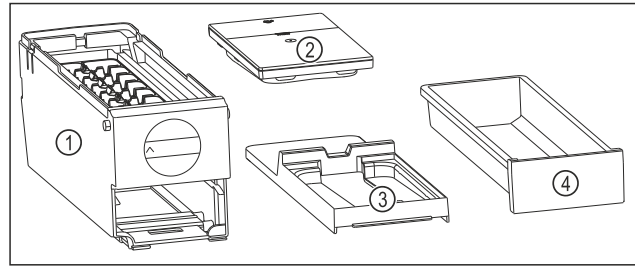

Fig. 214 Az EasyTwist-Ice alkotórészei
- ▶ Az EasyTwist-Ice egység négy darabra van szétszedve. (lásd Fig. 214)
- ▶ Az EasyTwist-Ice egységet csak az ábrázolt alkotóelemekre szedje szét. (lásd Fig. 214)
- ▶ Az EasyTwist-Ice testét Fig. 214 (1) egy egységként tisztítsa.